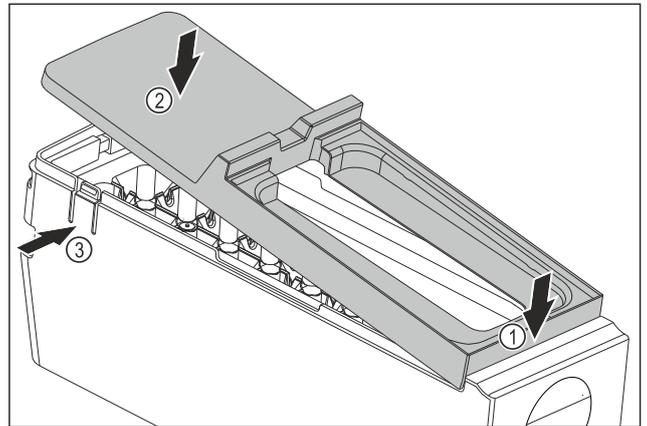

Fig. 99
- ▶ Abdeckung des EasyTwist-Ice-Korpus montieren: Abdeckung vorne ansetzen. Fig. 99 (1)
- ▶ Abdeckung hinten absenken. Fig. 99 (2)
- ▷ Abdeckung rastet hörbar in beiden Laschen Fig. 99 (3) ein.